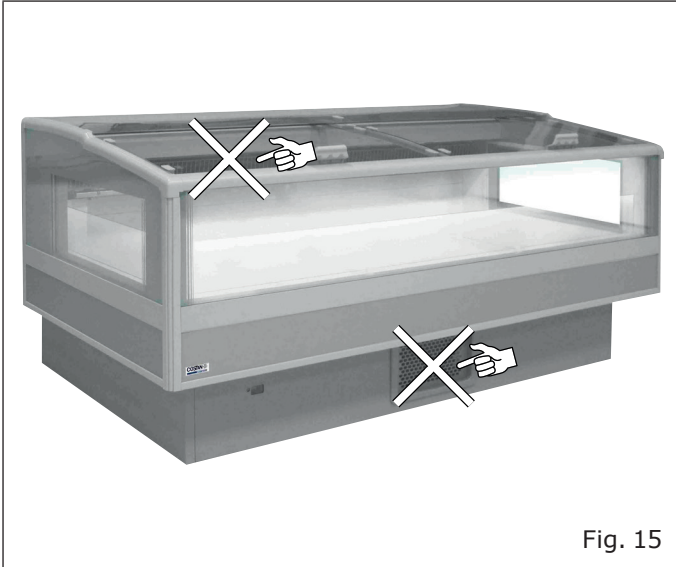

Fig. 15
- La merce non ostruisca il corretto flusso d'aria refrigerata ("Fig. 15").